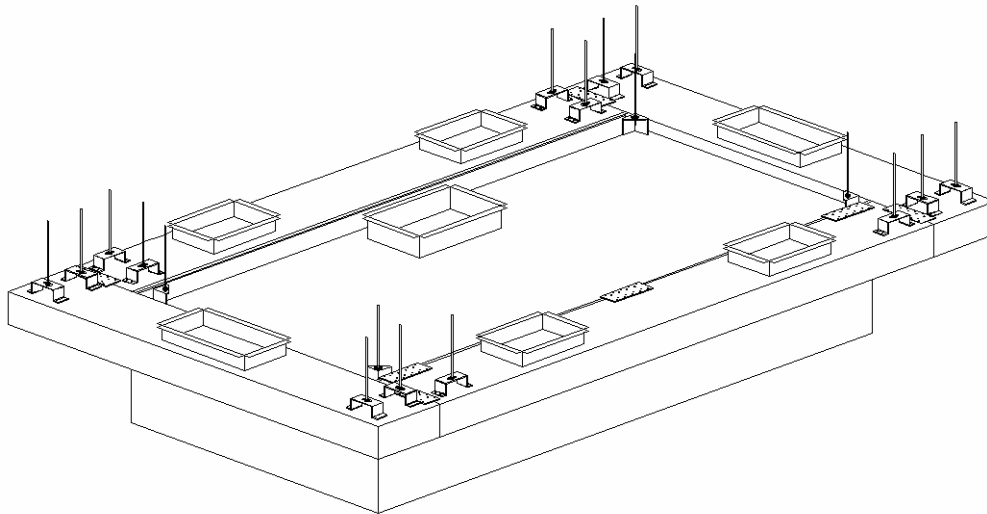

Figure 12
11. Calfeutrez les joints entre la/les hotte(s) et chaque ensemble PSP, ainsi qu'entre les ensembles PSPs adjacents (le cas échéant) après l'installation de la/des hotte(s) et des accessoires de hotte. Une vue isométrique de l'assemblage de la hotte pour un modèle PSPFBSS est illustrée sur la **figure 12.**